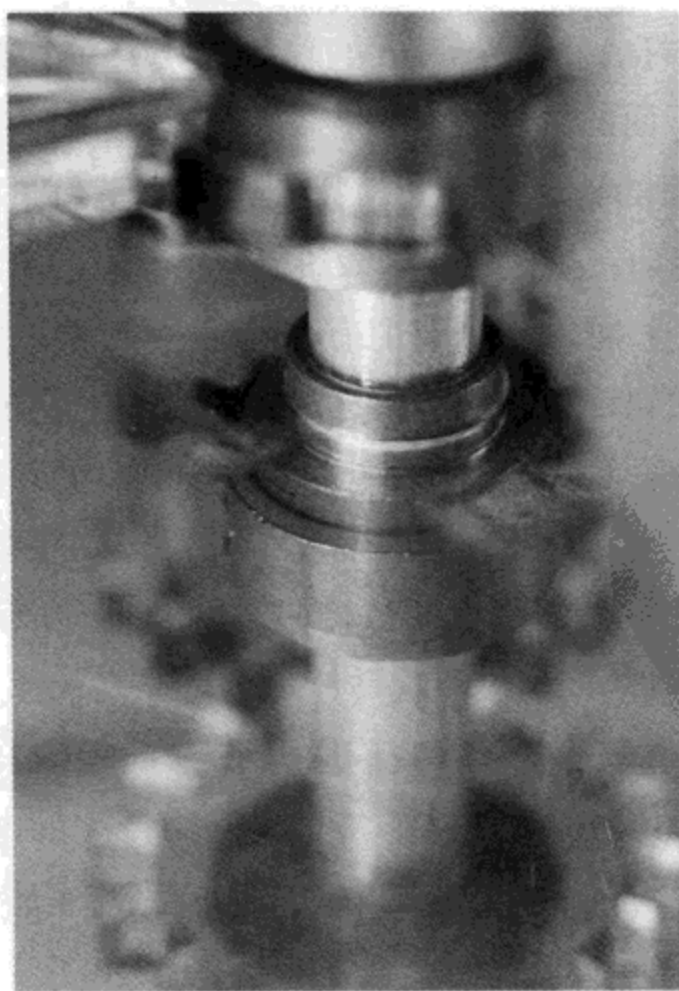

图10.14 顶盘上的滑动轴承与轴环
(10) 将另外一个轴环与齿轮抬到基座的大约一半的高度，拧紧螺钉。后面会用环氧灰泥将轴环与齿轮连接在一起，但现在还不能这么做。
(11) 将顶部的滑动轴承与顶部的轴环安装在一起，如图 10.14 所示。